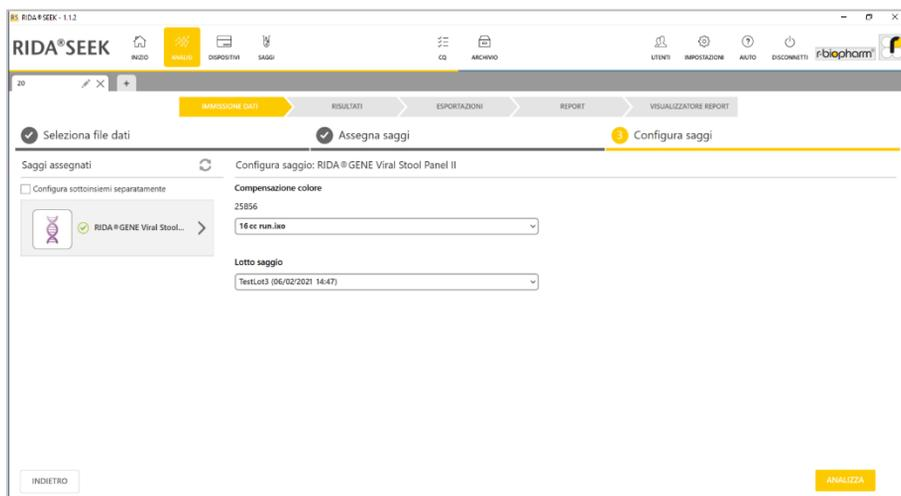

Fig. 29: Modulo **ANALISI**: sezione (3) **Configura saggi**, selezione di un file CC
Per gli strumenti Roche LightCycler® e cobas®, un file CC viene caricato nel dispositivo associato e collegato a un plug-in (**2.3.1 Aggiunta o modifica di un file di compensazione del colore**). In seguito sarà disponibile come opzione del menu a discesa nel passaggio (3) **Configura saggi** della sezione **IMMISSIONE DATI** nel modulo **ANALISI** (Fig. 29). In questo modo un utente deve configurare una CC per ogni dispositivo e per ogni test solo una volta. Si raccomanda di aggiornare i file di compensazione del colore in base alle istruzioni per l'uso del test.